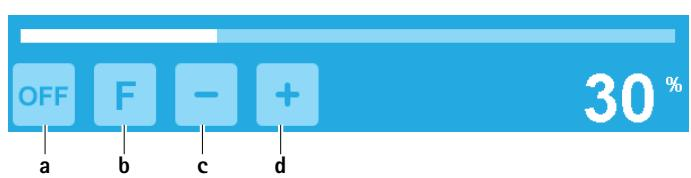

Fig. 7 Aktivera sköljpump-/"Flush"-funktion
- Aktivera sköljpump: Aktivera knappen för tillkoppling av sköljpumpen **a**, se Fig. 7.
- Inaktivera sköljpumpen: Aktivera knappen för frånkoppling av sköljpumpen **a**, se Fig. 7.